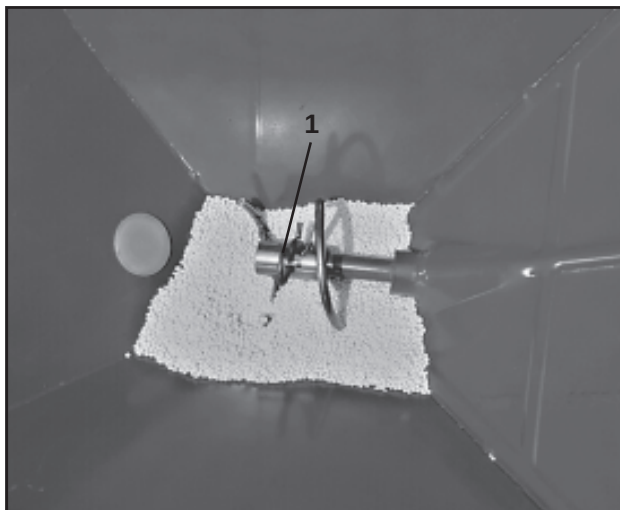

Fig. 9.2
2. Avskjæringssikringen for akselen i røremekanismen er med et fjærelement på rørespiralen (Fig. 9.2/1).